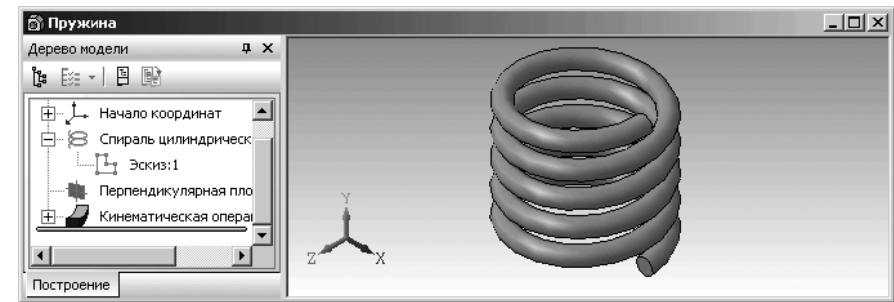

Рис. 2.116. Модель цилиндрической пружины
- щелкните в всплывающем меню по пункту **Пространственные кривые**. Пространственная кривая – **Спираль цилиндрическая** исчезнет с экрана. Модель цилиндрической пружины показана на рис. 2.116;